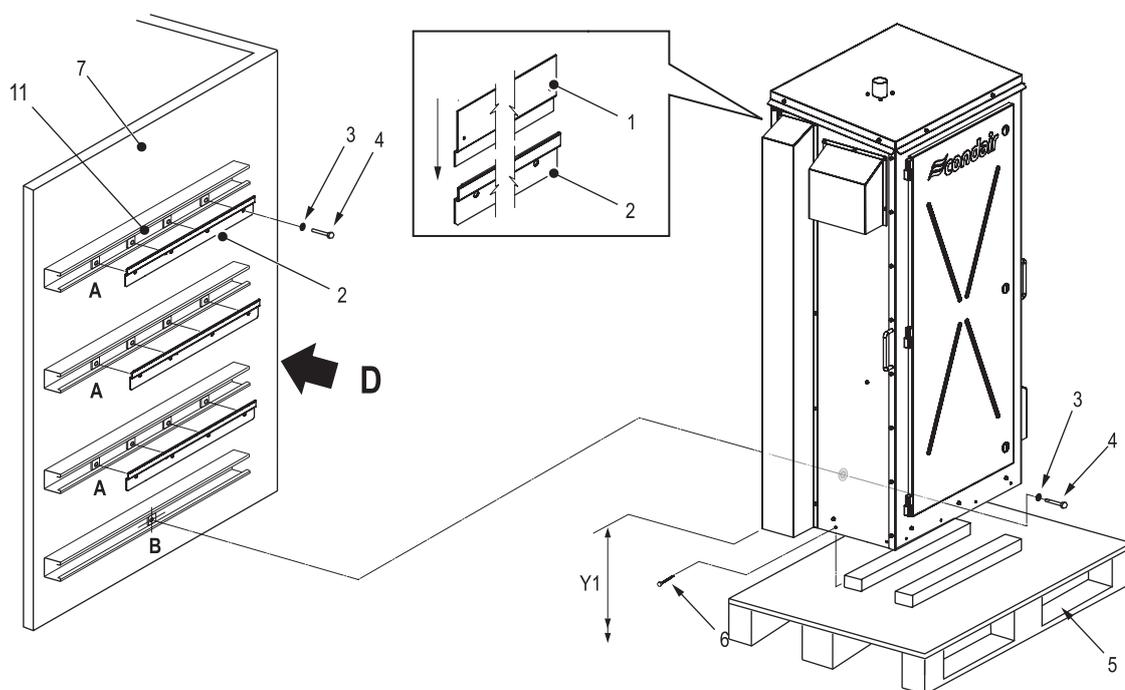

Fig. 12: Montaggio su parete esterna
3. Contrassegnare i punti di fissaggio "A" e "B" nelle posizioni desiderate utilizzando una livella ad acqua. Vedere Fig. 12 e Tabella 7.
8. Sollevare con cautela l'umidificatore nella posizione di montaggio e allineare le staffe sul retro dell'umidificatore con le guide di montaggio precedentemente fissate, come illustrato in Fig. 12. Calare l'umidificatore sulle guide di montaggio e assicurarsi che l'apparecchio sia ben posizionato e allineato orizzontalmente.